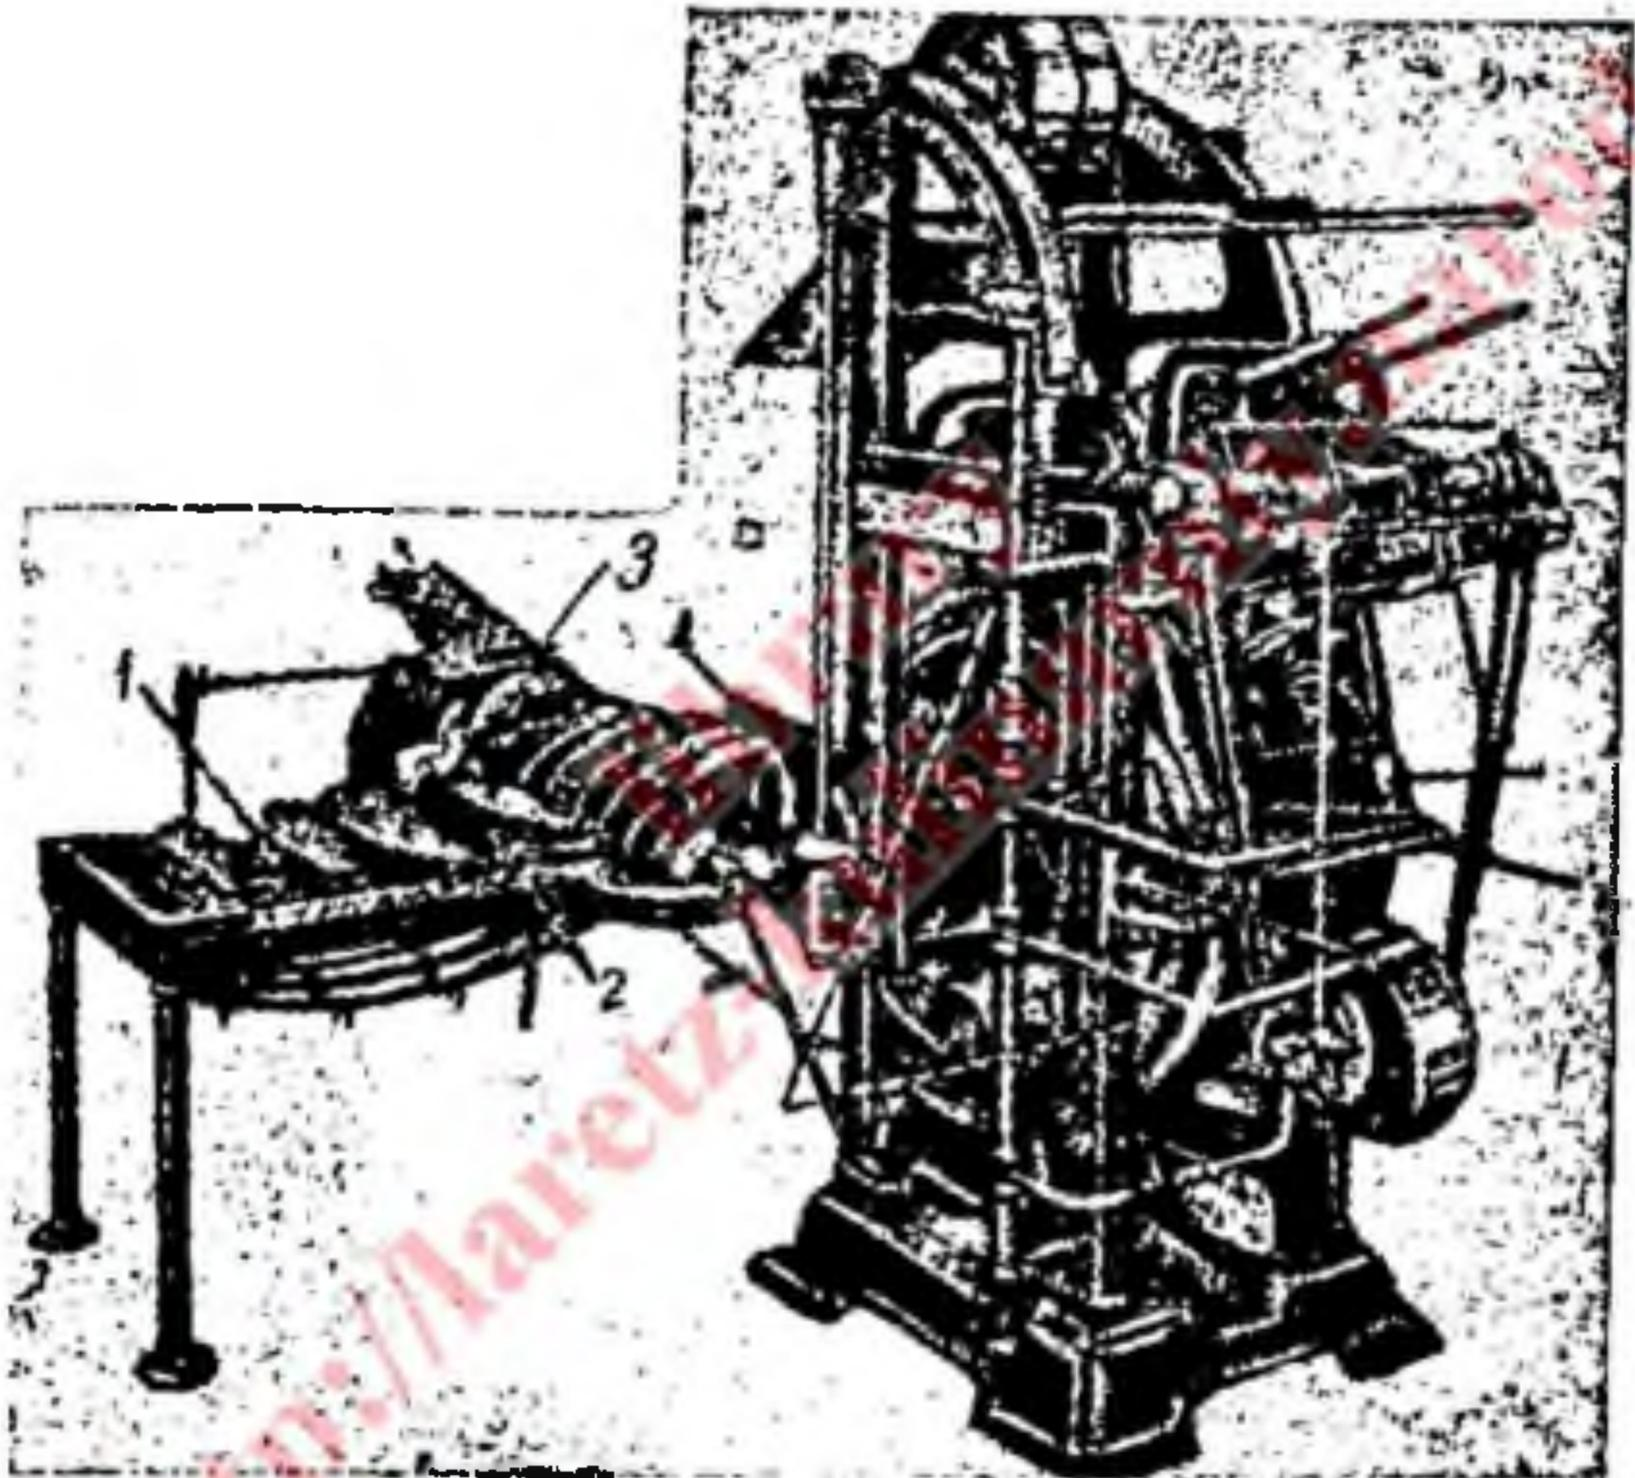

Рис. 21. Рыборазделочная машина „Железный китаец“.
Работа машины производится следующим образом (рис. 21). Рыбу вручную укладывают на цепной конвейер (1) хвостом к машине. Вращающиеся в просветах приемного стола пальцы (2) в момент подхода рыбы к ним захватывают ее и подают к остро отточенному фигурному ножу (3), который путем обхвата обрезает головы. После этого туловище теми же пальцами перебрасывается в желоб (4) потрошительного барабана, откуда рабочий проталкивает рыбу хвостом вперед на разделочный барабан, где она автоматически закрепляется, лежа на спине, специальными зажимами, так что рыба не может изменить положение при дальнейшей обработке. Затем у рыбы во время движения вместе с барабаном последовательно удаляются хвостовой плавник, брюшные и спинные плавники, после чего быстро вращающимся дисковым ножом разрезается брюшная полость, а специальными приспособлениями удаляются внутренности, вскрывается пленка вдоль спинного хребта, из-под которой вычищается кровь. Дальше производится промывание тушки вращающимися щетками с подачей сильной струи воды.